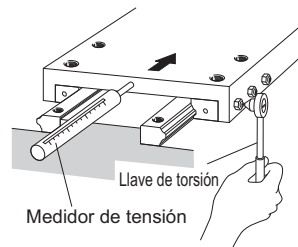

Fig.24
(5) Sujete cada bloque LM ajustando gradualmente los dos tornillos de montaje del bloque LM, que se han ajustado provisoriamente, mientras desliza la tabla. (Fig.24)